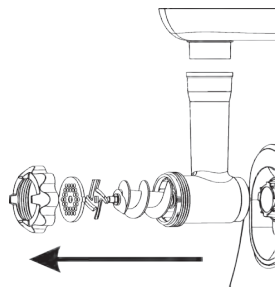

рис.13
2. Выньте внутренние части загрузочной горловины, как указано на рис. 13.